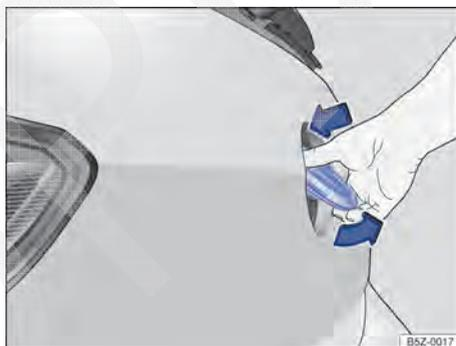

Fig. 55 Abrir a tampa traseira por fora.
- Com o polegar, pressionar a parte superior do logo Volkswagen → Fig. 55 e rebatê-lo para fora por baixo. Tocar com a mão embaixo do logo e levantar a tampa traseira.